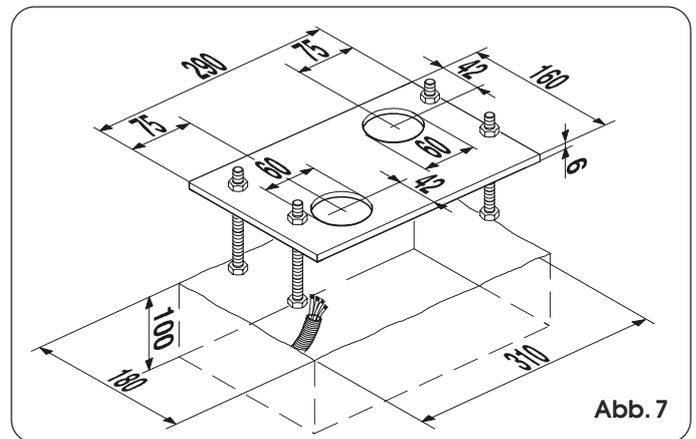

Abb. 7
- 3) Die Fundamentplatte gemäß Abb.7 ausführen und die Grundplatte einmauern, dabei sind eine oder mehrere Leerrohre für den Durchgang der Stromkabel vorzusehen. Mit einer Wasserwaage die korrekte waagrechte Position der Grundplatte überprüfen. Abwarten, bis der Zement getrocknet ist.